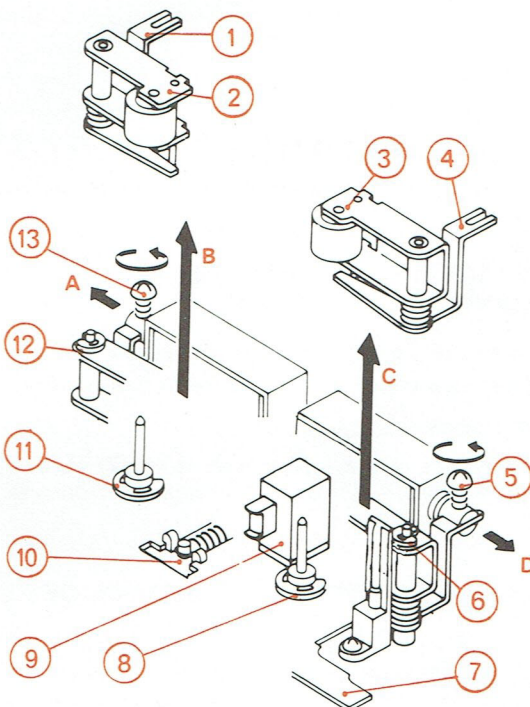

Fig. 5
I. REMPLACEMENT DES GALETS PRESSEURS (Fig. 5 et 6)
- 2° - Dévisser et enlever les vis (5) et (13).
- 3° - Enlever les anneaux d'arrêt (6) et (12).
- 4° - Dégager les leviers (4) et (1) dans le sens des flèches D et A.
- 5° - Déposer l'ensemble, galet presseur (3) et levier (4) dans le sens de la flèche C et l'ensemble galet presseur (2) et levier (1) dans le sens de la flèche B.
J. REMPLACEMENT DE LA TÊTE D'EFFACEMENT (Fig. 5, 7)
- 3° - Enlever les anneaux d'arrêt (8) et (11).
- 4° - Libérer le ressort (10).
- 5° - Dégager la platine mobile (7).
- 6° - Dévisser et enlever les 2 vis de fixation de la tête d'effacement (9).
- 7° - Déposer la tête d'effacement (9).